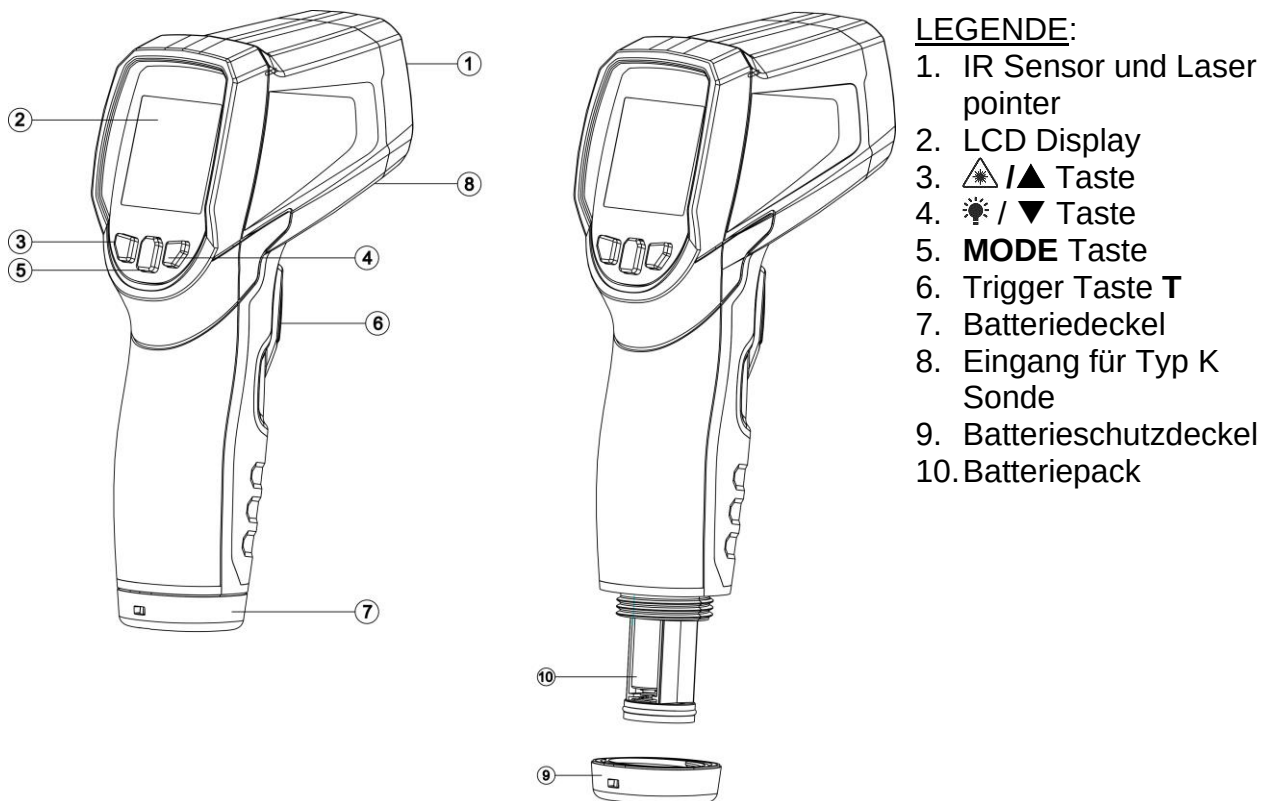
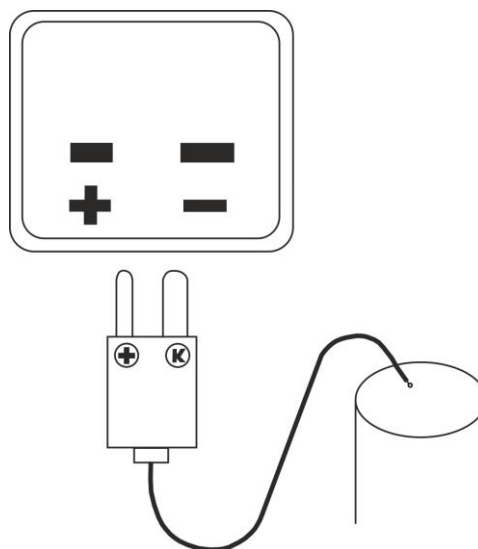

Abb. 1: Beschreibung des Gerätes
Abb. 5: Verbindung der K-Typ Sonde mit dem Messgerät
Die Trigger Taste **T** (siehe Abb. 1 – Teil 6) ermöglicht die folgenden Operationen:
1. Öffnen Sie die Schutzkappe des Eingangs für den K-Typ Stecker (siehe Abb. 1 – Teil 8) und verbinden Sie die K-Typ Sonde unter Berücksichtigung der korrekten Polarität (siehe Abb. 5)